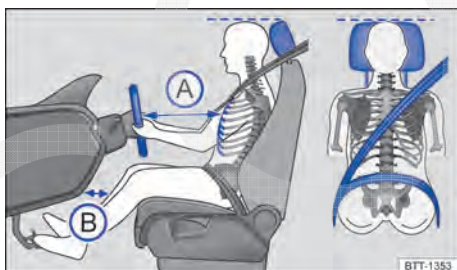

Fig. 2 Distância correta do condutor em relação ao volante, posição correta do cadarço do cinto de segurança e ajuste correto do apoio para cabeça.
- Ajustar o banco de modo que a distância entre o volante e o tórax tenha no mínimo 25 cm → Fig. 2 (A) e que o condutor possa segurar o volante pela borda externa com as duas mãos e os braços ligeiramente dobrados.
- Ajustar o banco do condutor na direção longitudinal de modo que os pedais possam ser acionados com as pernas ligeiramente arqueadas e a distância para o painel de instrumentos na área do joelho seja de, no mínimo, 10 cm → Fig. 2 (B).
- Para os bancos com apoio para cabeça: ajustar o apoio para cabeça de modo que a sua borda superior se encontre preferencialmente na mesma linha da parte superior da cabeça → Fig. 2 – porém não abaixo da altura dos olhos. Posicionar a parte posterior da cabeça o mais perto possível do apoio para cabeça.